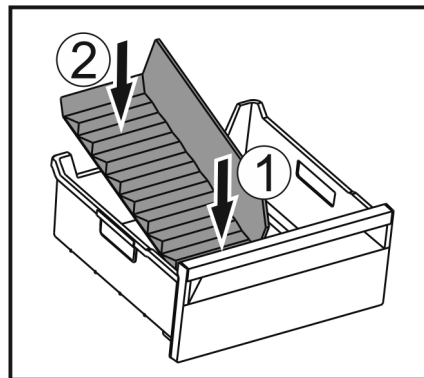

Fig. 145
- ▶ Colocar la parte delantera del separador para congelador. Fig. 145 (1)
- ▶ Bajar la parte posterior del separador para congelador hasta la base del cajón. Fig. 145 (2)